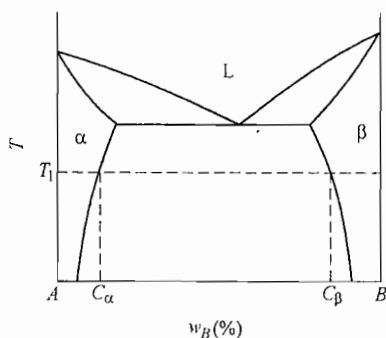

图 42-3 第三题第 3 小题图
3. (8分) 两个无限长的纯金属 A 和 B 的棒状试样, 若金属组元 A 及 B 组成的相图如图 42-3 所示。